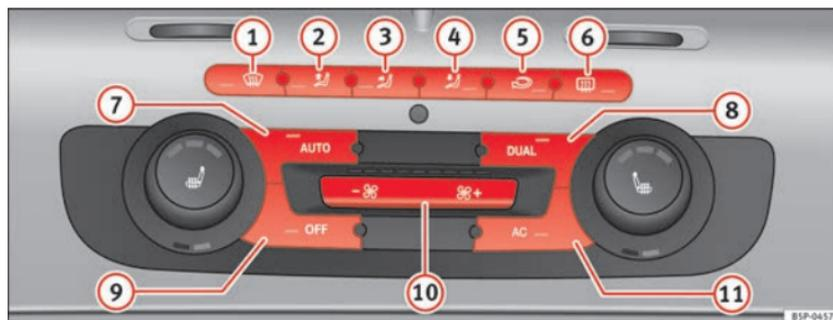

Abb. 130 In der Instrumententafel: Bedienelemente 2C-Climatronic
⇒ Abb. 130.
- Die Taste  drücken ⇒ Seite 171, Abb. 130. Am Display des Radios wird „AUTO High“ angezeigt (hohe Gebläsestufe).
- Erneut die Taste  drücken ⇒ Seite 171, Abb. 130. Am Display des Radios wird „AUTO Low“ angezeigt (niedrige Gebläsestufe).